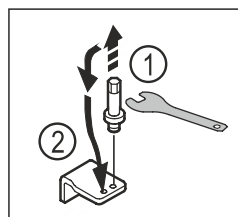

Fig. 22
- Skruva ur den undre lagerbockens bult med utvändigt sexkantsnyckel NV5. Fig. 22 (1)
- Sätt in bult på motsatta sidan. Fig. 22 (2)